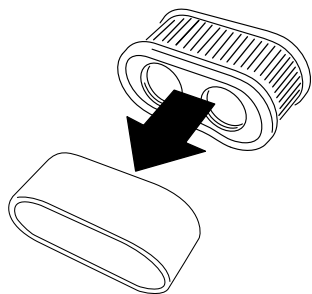

Figure 34
5. Retirez l'élément en mousse de l'élément en papier (Figure 34).